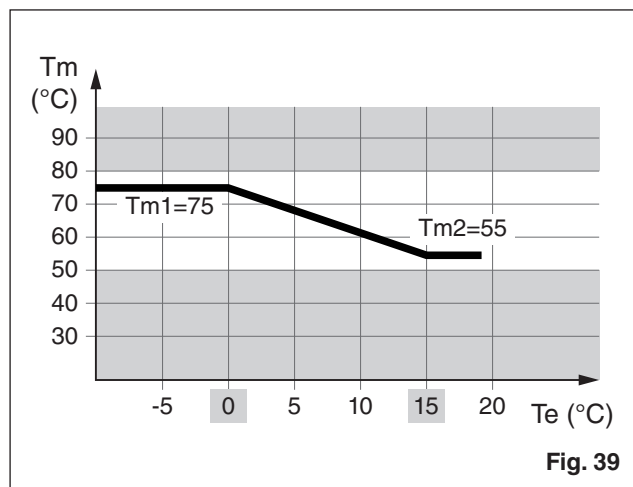

Fig. 39
Sur Fig. 39 il y a un exemple de la droite qui détermine le rapport entre la température de refoulement de l'installation (TM) et la température extérieure (TE).